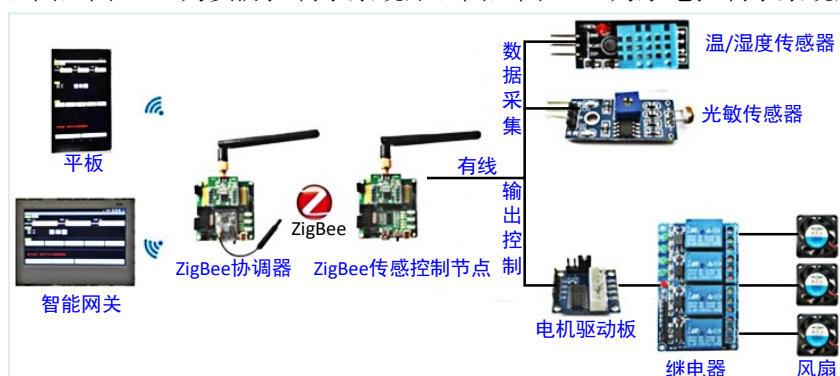
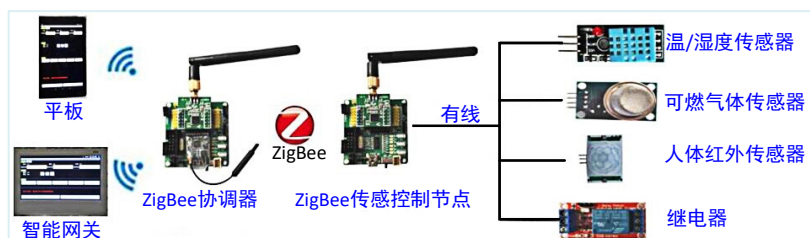
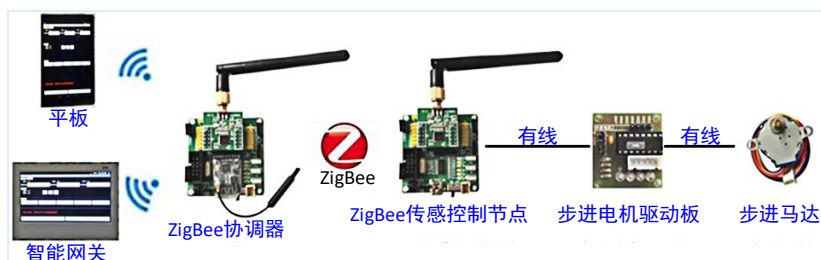

图 3-47 环境监测子系统原理图
图 3-48 安防控制子系统原理图
图 3-49 家电控制子系统原理图
软件开发系统包括环境监测子系统、安防控制子系统、家电控制子系统、自主设计子系统。图 3-47 为环境监测子系统原理图，图 3-48 为安防控制子系统原理图，图 3-49 为家电控制子系统原理图。
- 1) 选择 1-2 个子系统，绘制出系统原理图。（参考图 3-47、3-48、3-49）。